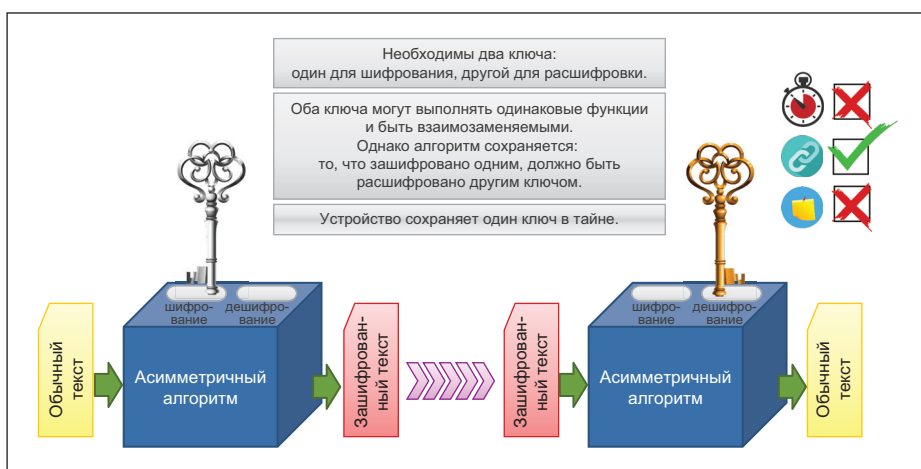

Рис. 3. Асимметричное шифрование
- Асимметричное шифрование (шифрование с открытым ключом), где один ключ используется для шифрования данных, а другой — для расшифровки. Функции взаимозаменяемы, что позволяет устройству сохранять один ключ в тайне (рис. 3). Небольшая сложность состоит в том, как изначально получить ключи на устройстве так, либо чтобы ключ был известен командному центру, либо чтобы ключ являлся доверенным. Это называется инициализацией. Если в соответствии с оценкой безопасности